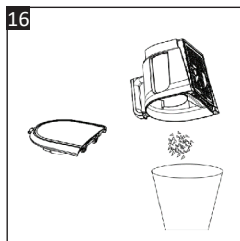

Fig. 16
3. Vacíe el contenido en un cubo de basura (Fig. 16).